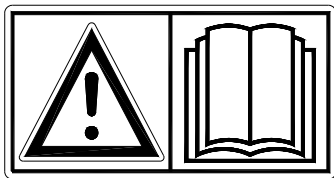

Fig. 1
**Lisez et comprenez** (Fig. 1) le mode d'emploi avant de commencer à utiliser le TURF TIDY. Si la machine n'est pas utilisée de la manière décrite dans le mode d'emploi, il existe un risque de blessures et/ou le TURF TIDY peut être endommagé.
- (1) L'utilisateur doit être compétent vis-à-vis du fonctionnement de la machine et l'avoir correctement réglée sur le sol à traiter.